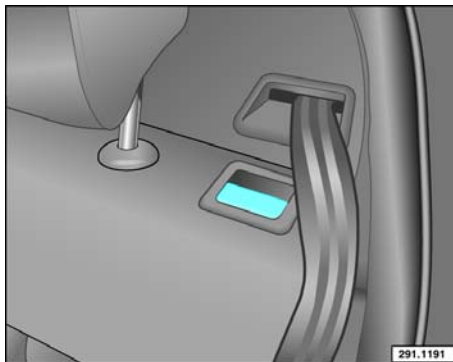

图62
- 一先将后排安全带②拉出，并置于车身内饰板的边缘(参见图 62)。